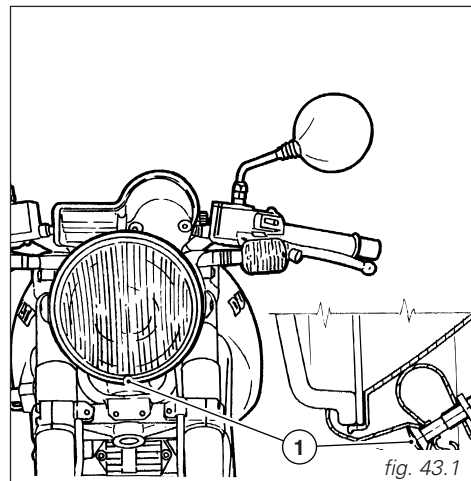
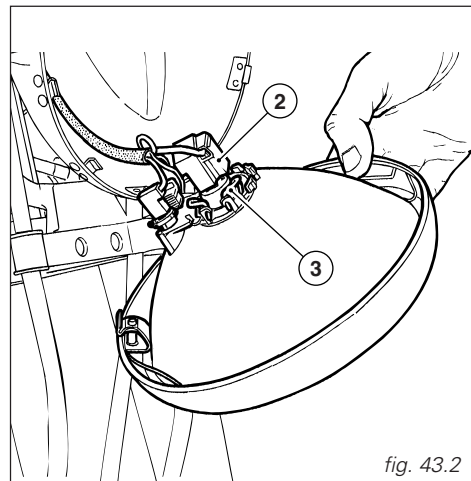

fig. 43.1
fig. 43.2
*allentate completamente la vite inferiore (1, fig. 43.1) che fissa il gruppo cornice-parabola al corpo;*
*staccate il connettore (2, fig. 43.2) dalla lampadina del proiettore.*
*Sganciate la molletta (3, fig. 43.2) di tenuta della lampada e rimuoverla dal supporto; sostituite la lampada con una di pari caratteristiche.*
*slacken the lower screw (1, fig. 43.1) retaining the rim-reflector unit assembly to the body; disconnect the connector (2, fig. 43.2) from the headlamp.*
*Release the clip (3, fig. 43.2) that secures the bulb and remove the bulb from the socket; replace bulb with one with equal rating.*
*desserrez complètement la vis inférieure (1, fig. 43.1) fixant l'ensemble virole-parabole au corps; détachez le connecteur (2, fig. 43.2) de l'ampoule du phare;*
*décrochez le clip (3, fig. 43.2) de retenue ampoule et retirez la lampe du support; remplacez l'ampoule par une ampoule neuve de caractéristiques identiques.*
die untere Schraube (1, Abb. 43.2), die das Parabolfassungsaggregat am Körper befestigt, ganz lockern;
den Verbinder (2, Abb. 43.2) von der Scheinwerferlampe lösen.
Die Haltefeder (3, Abb. 43.2) der Lampe aushaken, letztere dann von der Halterung nehmen;